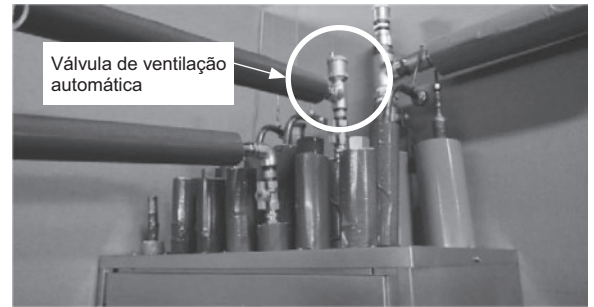

Figura 1 Válvula de ventilação automática
*1. Instale uma válvula de ventilação automática no ponto mais alto de cada tubo de derivação do HBC (em dois locais no ponto mais alto do tubo de retorno do HBC secundário, e em seis locais no ponto mais alto dos tubos de retorno das unidades interiores). (Ver Figura 1.)